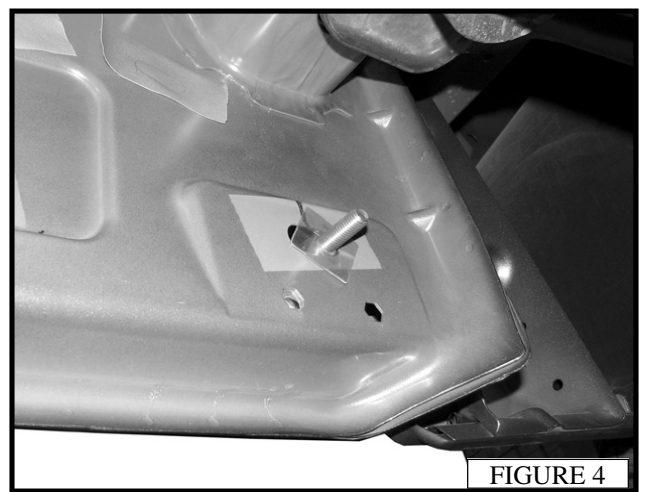

FIGURE 4
8. Move to the center of the cab remove the tape that is covering the center running board holes and insert (1) M12 bolt/ M10 nut plate into it as stated in step 3 (FIGURE 4) , attach the center mounting bracket to the bolt/nut plate using (1) M12 flat washer, (1) M12 lock washer, (1) M12 hex nut, (1) M10 hex head bolt, (1) M10 lock washer, and (1) M10 flat washer. Do not fully tighten at this time
8. Se déplacer vers le centre de la cabine et retirer l'adhésif recouvrant les trous centraux du marchepied et insérer (1) plaque à M12 boulon/M10 écrou dedans comme décrit à l'étape 3 (FIGURE 4). Fixer le support de montage central à la plaque à boulon/écrou en utilisant (1) M12 rondelle plate, (1) M12 rondelle-frein, (1) M12 écrou hexagonal, (1) M10 boulon à tête hexagonale, (1) M10 rondelle-frein et (1) M10 rondelle plate. Ne pas serrer complètement à cet instant.